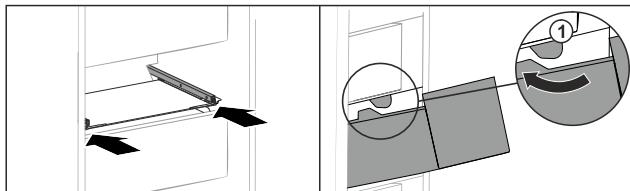

Fig. 95
- Predal speljite okrog zaustavljalnikov Fig. 95 (1).